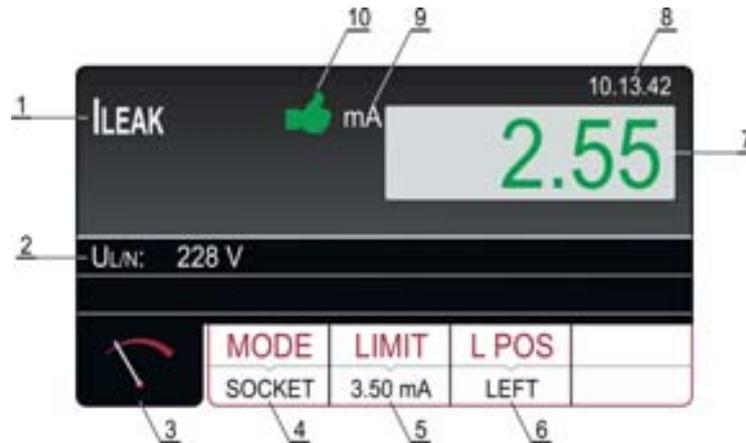

Abb. 43: Bildschirmseite mit den Testergebnissen ILEAK im Modus STECKDOSE
- 7) Messen Sie durch Drücken der **START/STOP** Taste. Die Messung wird durch ein erneutes Drücken der **START/STOP** Taste aktiviert/deaktiviert. Das Testergebnis wird grün angezeigt wenn es niedriger oder gleich oder rot angezeigt wenn es höher ist als der eingestellte Grenzwert. Das Endergebnis wird zusammen mit dem grünen Symbol  und einem kurzen Signalton (Ergebnis OK) oder zusammen mit dem roten Symbol  und einem längeren Signalton (Ergebnis NICHT OK) angezeigt. Die Abbildung 43 zeigt ein Beispiel von einer Bildschirmseite mit den Messergebnissen.